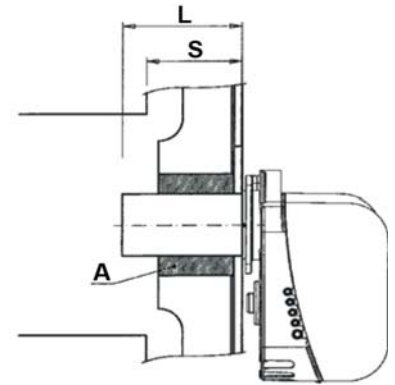

fig. 11
5.7 Montage du brûleur (Fig. 11)